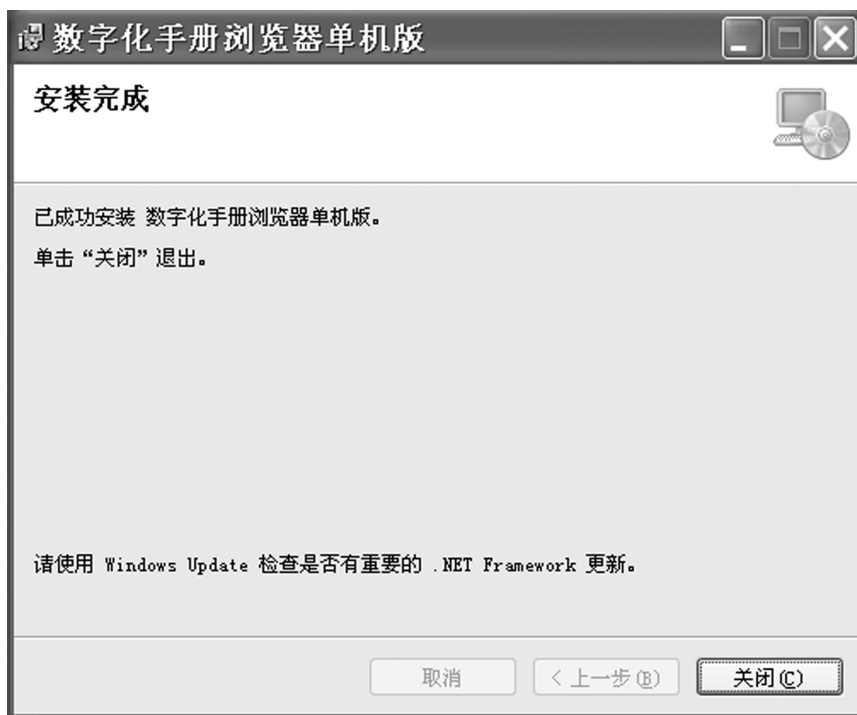

图 1-8 “安装完成”界面
8) 当安装成功结束后, 安装向导显示如图 1-8 所示的“安装完成”界面, 提示用户系统已正确安装完成。用户单击“关闭”按钮关闭安装向导, 完成安装。